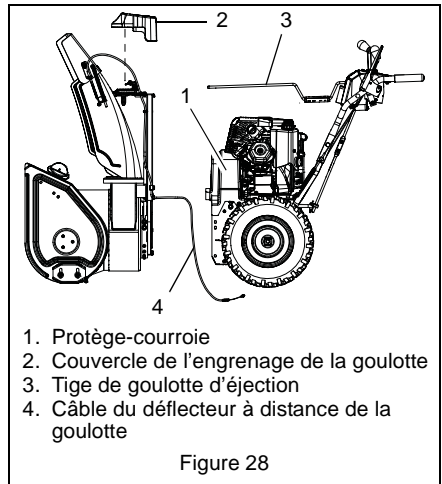

Figure 28
11. Retirer les vis à tête six pans qui fixent le carter au châssis (deux de chaque côté). Séparer le carter et le châssis en les inclinant sur l'axe d'articulation (Figure 28).